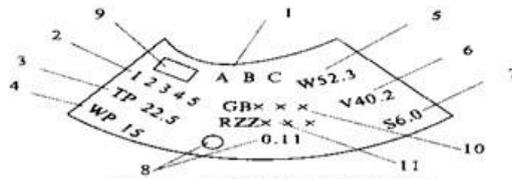
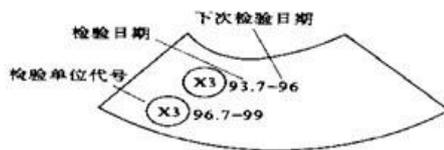

图 3-22 无缝气瓶制造钢印标志
图 3-24 检验钢印标志
(1) 检验钢印如图 3-22 打成扇形时,钢印标志的项目和排列,如图 3-24 所示(溶解乙炔气瓶除外)。